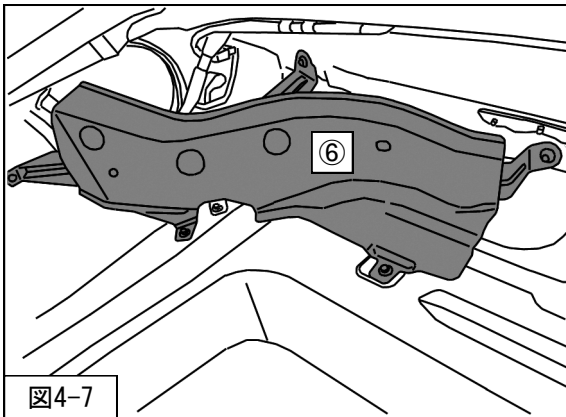

図4-7
8. ⑥フューエルラインプロテクタ (締付トルク : 9~12N・m) を車両に取付けてください。(図4-7)
9. ⑤④トランクサイドトリム
③パーテーションボード
②トランクマット
①トランクエンドトリム